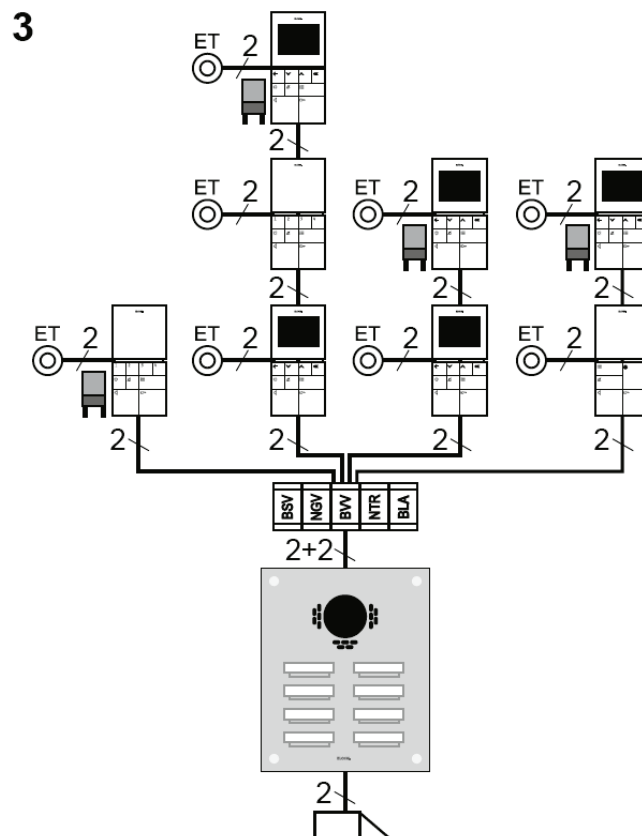

Bild: 3
- i** Bei Stern-, Baumstruktur (Bild 3) oder Stichstrukturen (Bild 4a und 4b) müssen Videoverteiler verwendet werden.